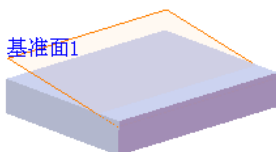
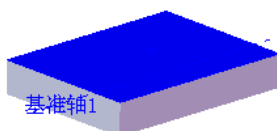

图 17.11.7 创建基准面 1
图 17.11.8 定义参考实体
Step4. 创建图 17.11.7 所示的基准面 1。选择下拉菜单 **插入(I)** → **参考几何体(G)** → **基准面(P)...** 命令；选取图 17.11.8 所示的模型表面和基准轴 1 为参考实体，单击 **第一参考** 区域的  按钮，并在其后文本框后输入 10.0，选中 ☒ **反转** 复选框。单击  按钮，完成基准面 1 的创建。